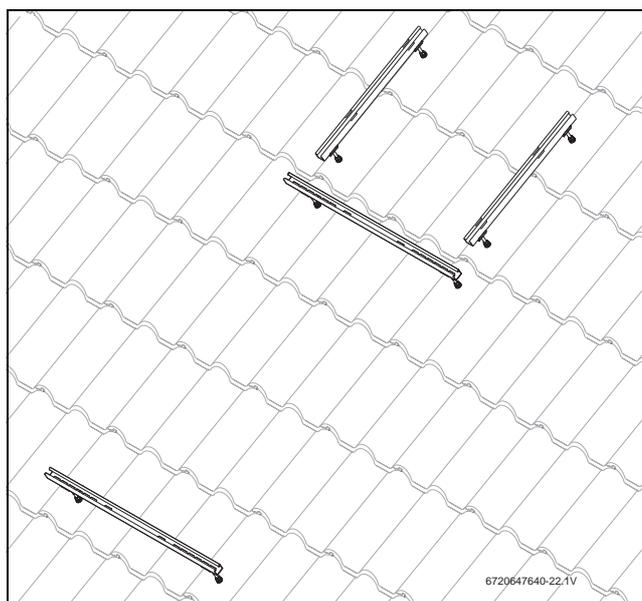

Fig. 29 Perfis pré-instalados para um coletor (sistema de 150/200 I)
- Fixar os perfis através da ancoragem em placas de betão (Fig. 29).